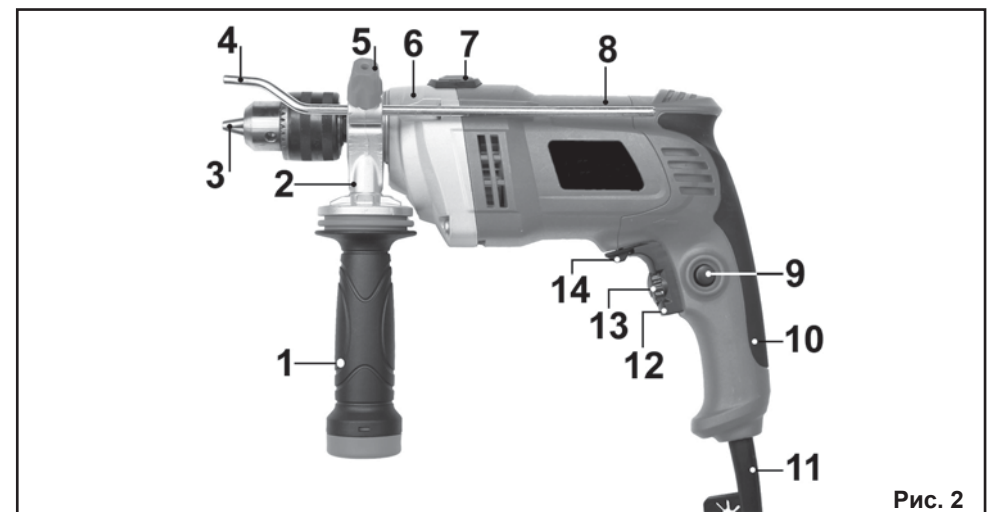

Рис. 2
6. УСТРОЙСТВО ДРЕЛИ (Рис.2)
8. ПОДГОТОВКА К РАБОТЕ И РЕГУЛИРОВКА (Рис.2)
7. СБОРКА (Рис.2)
10. ТЕХНИЧЕСКОЕ ОБСЛУЖИВАНИЕ (Рис.2)